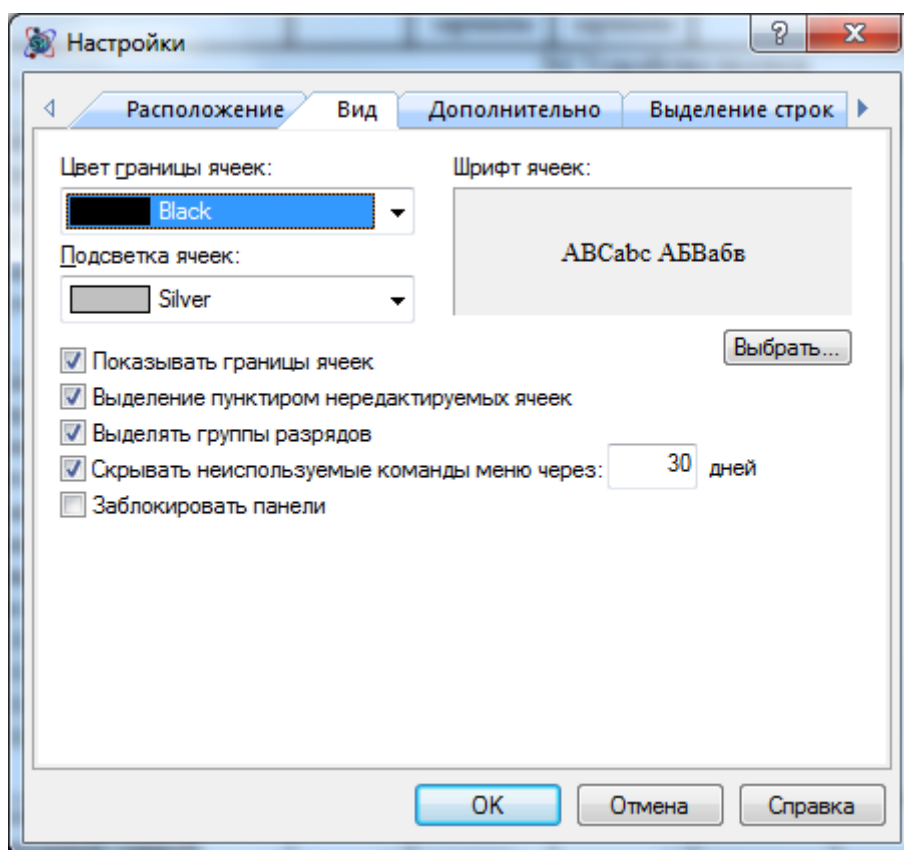

Рис. 6.13 Диалоговое окно Настройки, вкладка Вид
2. В открывшемся диалоговом окне *Настройки* перейти на вкладку Вид (рис. 6.13).